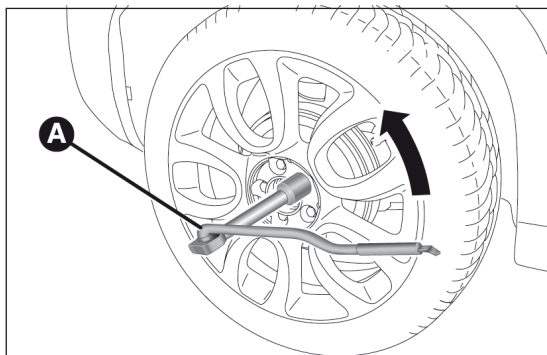

fig. 33
- prendre la clé A fig. 33 et desserrer d'un tour environ les goujons de fixation. Pour les versions dotées de jantes en alliage, secouer la voiture pour faciliter le détachement de la jante du moyeu de roue ;